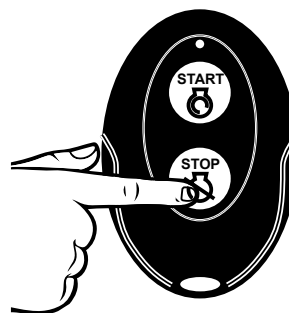

Figura 14 - Parada remota: haga clic en el botón Detener
4. Para detener el generador remotamente, simplemente presione el botón STOP en el control inalámbrico (vea la figura 14). El generador funcionará durante 15 segundos adicionales a medida que pasa por un ciclo de enfriamiento antes de apagarse.